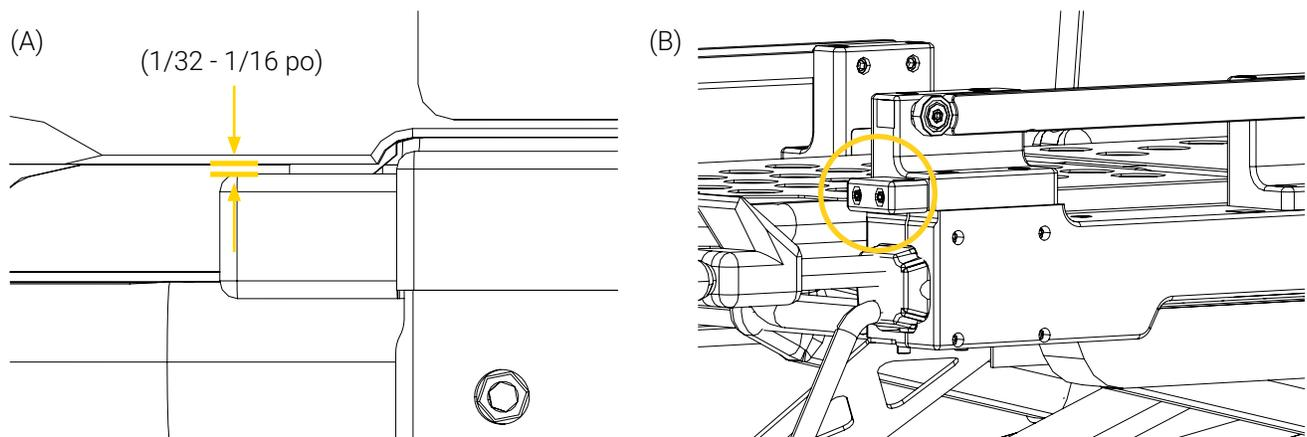

Figure 47: Blocs situés à l'avant du Système de rail XTPA-PPXT
16. Serrer les huit (8) vis restantes du Système de rail XTPA-PPXT à l'aide d'une clé hexagonale de 3/16 po.
18. Laisser un espace entre 1/32 et 1/16 po entre les deux (2) petits blocs situés à l'avant du Système de rail XTPA-PPXT et la surface inférieure de la structure mobile (Figure 47 A).
19. Serrer les deux (2) vis de chaque bloc à l'aide d'une clé hexagonale de 5/32 po (Figure 47 B).